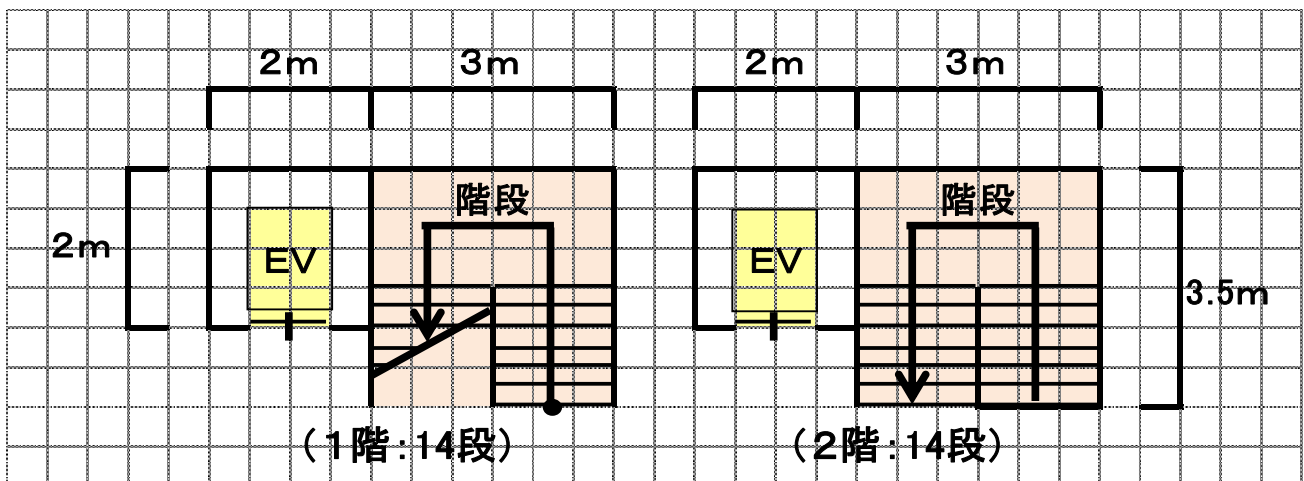

図4 階段・EVの推奨参考図
階段とエレベーター (EV) の推奨図を図4に示す(階段とEVを分離作図も可)。
階段は、通常階段とバリアフリー法に則った階段がある。二世帯住宅と高齢者への配慮からバリアフリー法にも対応した方が良いが、EV設置が条件なら無理にバリアフリー法にしなくても良い。図4の推奨階段は、階高3m対応として通常階段(14段)である(階高2.8mの場合も14段でよい)。